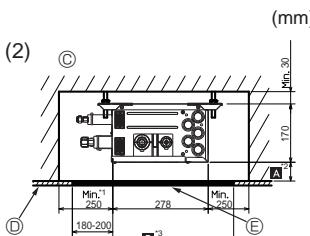
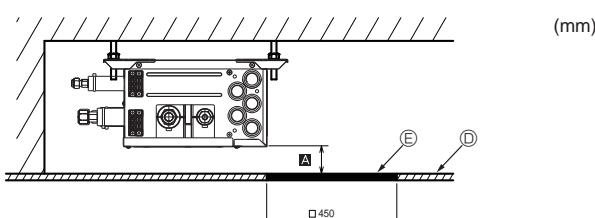

Fig. 4-7
Fig. 4-8
(2) Πλαϊνή όψη (Fig. 4-7, Fig. 4-8)